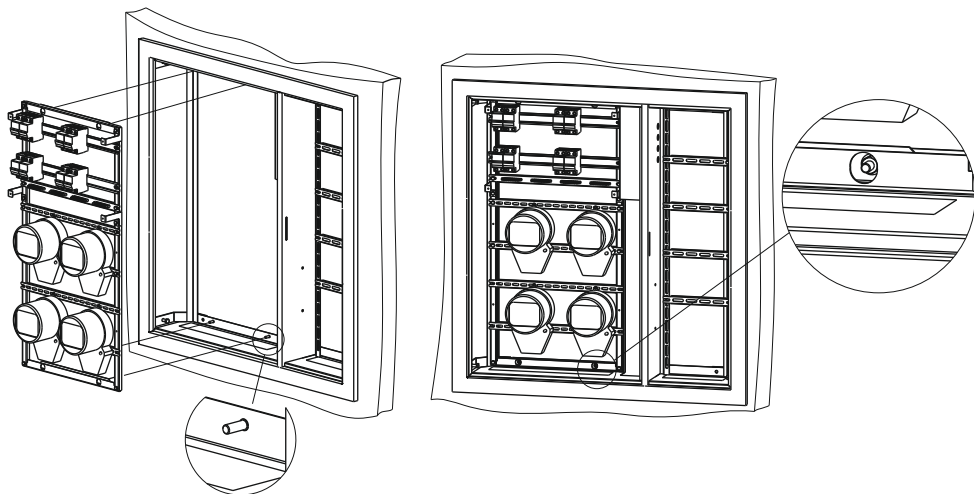

Рисунок 14
6.1 Собранную раму с выполненными внутренними электрическими соединениями вставьте в корпус Щита этажного (рисунок 14).